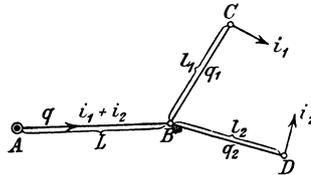

Abb. 263. Leitung mit Verästelung.
Von Interesse ist hier nur der Fall, daß 2 Speiseleitungen bis zu einem gewissen Punkte B (Abb. 263) in einer Leitung verlaufen und sich dort trennen in die Leitungen \overline{BC} und \overline{BD} . In den Speisepunkten C und D werden die Ströme i_1 und i_2 gebraucht. Der gesamte Spannungsverlust von A bis C bzw. von A bis D sei δ_{\max} Volt.
Die Querschnitte der Leitungsstücke \overline{AB} , \overline{BC} , \overline{BD} (Abb. 263) lassen sich leicht nach Formel I berechnen, wenn man den Spannungsverlust von A bis B willkürlich δ_1 setzt ($\delta_1 < \delta_{\max}$), dann ist der Spannungsverlust von B bis C bzw. von B bis D ($\delta_{\max} - \delta_1$) und die Querschnitte werden nach (II)